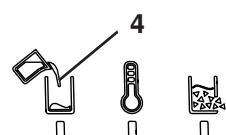

图 12
- ◆ “加热 / 准备操作”指示灯（图 12, 5）熄灭。